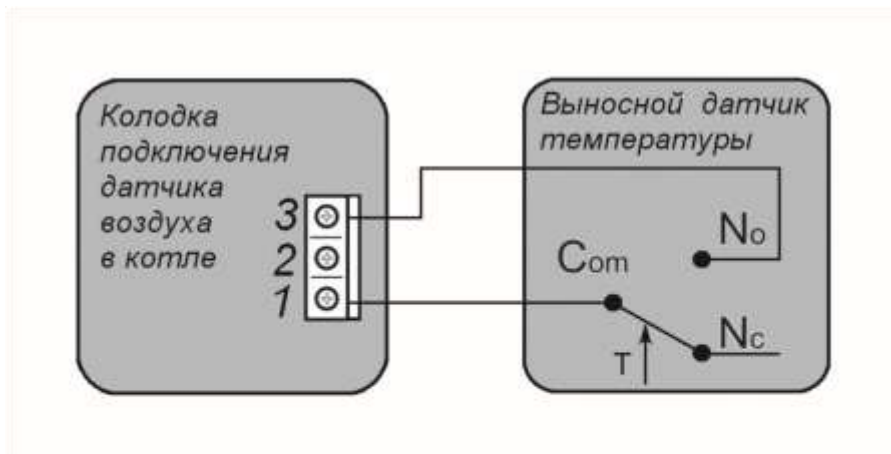

Рис. 9. Схема подключения выносного датчика температуры.
- б) подключить выносной датчик температуры воздуха или хромотермостат к клеммам 1, 3 по сл. схеме (Рис. 9).